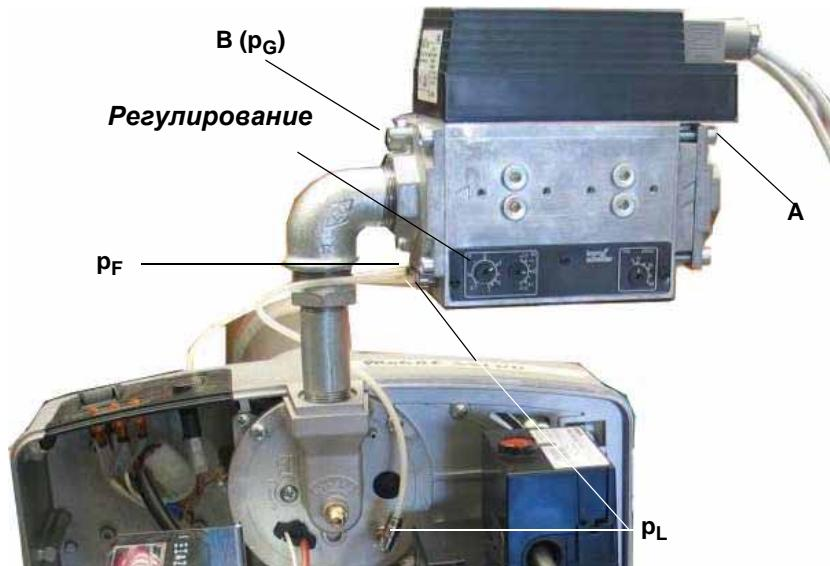
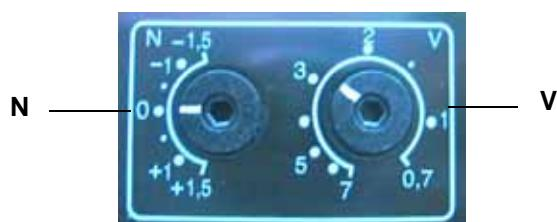

Рис. 19
Рис. 20
Передаточное соотношение **V** - следующее (см. рисунок Рис. 19 - Рис. 20):
- 1 Включить горелку на малом пламени: если горелка не запускается, повернуть слегка **N** в направлении + и повторить запуск (см. Рис. 20). Замерить давление газа **pG** на **B** (см. рисунок Рис. 19)
- 2 Замерить давление воздуха **pL** на горелке (см. Рис. 19) и отрегулировать давление газа на **N** (см. Рис. 20)
- 3 Перевести горелку, по возможности плавно, в режим большого пламени и отрегулировать на **V** (см. рисунок Рис. 20) давление газа на основании мощности котла.
- 6 Снять анализы уходящих газов и на **N** (см. рисунок Рис. 20) отрегулировать давление газа по значениям анализов
- 11 Не закрывать штуцер **pF**, если он имеется в наличии, и если он не использовался (vedi figura Рис. 19)
**V** = Не регулировать передаточное соотношение на слишком высокое значение! Давление газа на **B** ниже давления газа на **A** (см. рисунок Рис. 19) минус потеря давления компактного блока.
- 2 Замерить давление газа **A** и **B** (см. Рис. 19)